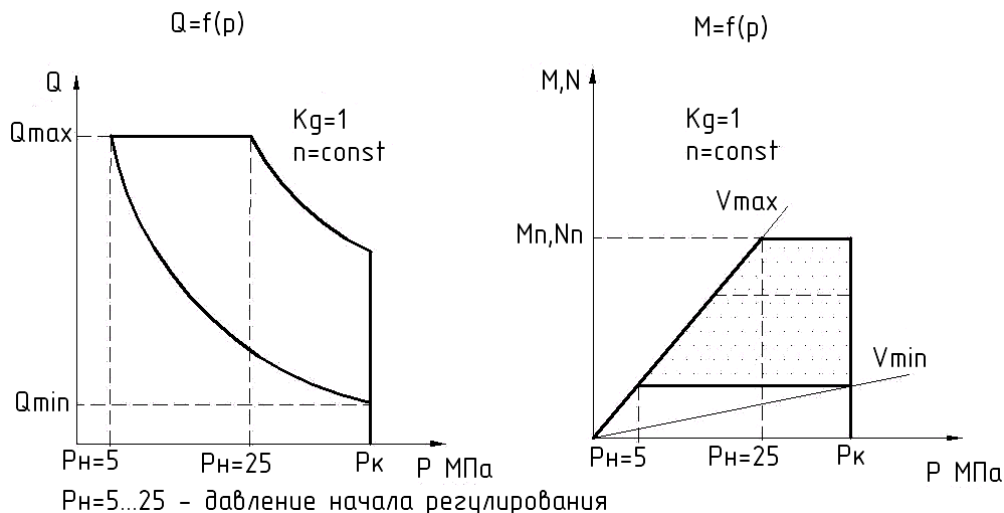

Рисунок 8 – График зависимости подачи  $Q$ , крутящего момента  $M$  и потребляемой мощности  $N$  от изменения давления  $p$ .
- Пока давление в гидросистеме не превышает  $P_H$  (рисунок 8), насос находится на максимальном рабочем объеме  $V_{max}$  и обеспечивает максимальную подачу  $Q_{max}$
- Регулирование. При увеличении рабочего давления  $P$  (рисунок 8), начиная с давления начала регулирования  $P_H$ , рабочий объем насоса  $V$  начинает плавно, автоматически уменьшаться, обеспечивая постоянство потребляемого момента  $M_{п}$  и потребляемой мощности  $N_{п}$ .